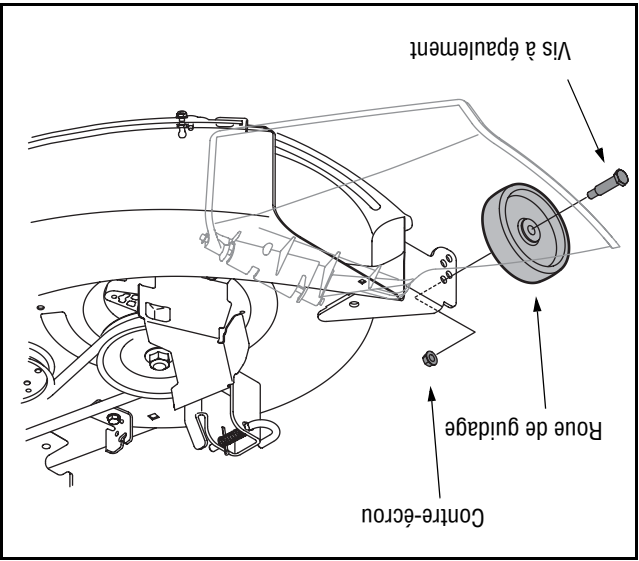

Figure 5
Placez le tracteur sur une surface ferme et plane, de préférence goudronnée. Consultez le Figure 5 et procédez comme suit :
2. Placez les vis à épaulement (qui se trouvent sur la base du siège) dans les fentes du support du pivotement du siège. Voir la Figure 5.